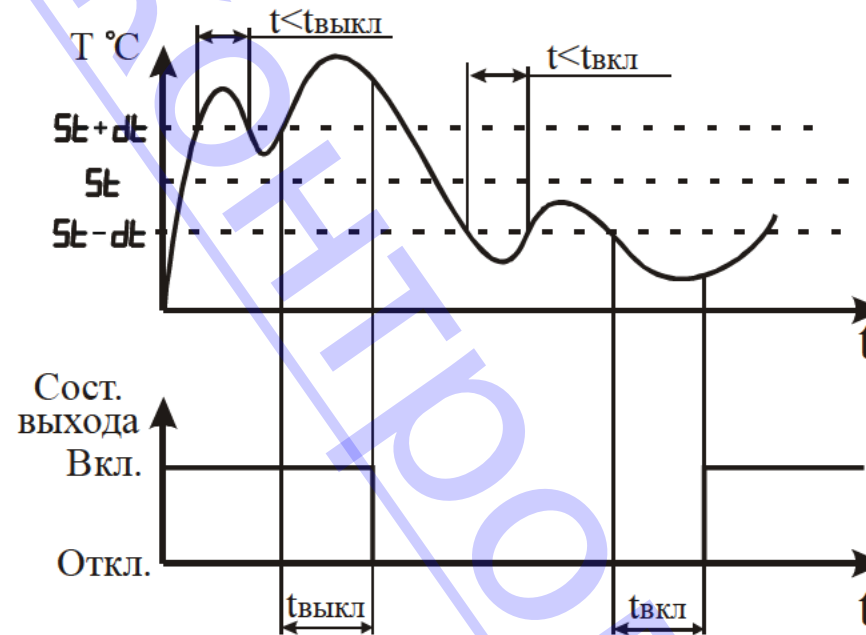

Рисунок 3.16 – Влияние параметров “Задержка включения выходного устройства” и “Задержка выключения выходного устройства” на состояние выходного устройства
3.3.3.11 Параметры “Задержка включения выходного устройства” и “Задержка выключения выходного устройства” предназначены для защиты выходного устройства от частых срабатываний. Прибор включает (выключает) выходное устройство, если условие, вызывающее изменение его состояния, сохраняется, как минимум, в течение времени, установленного в этих параметрах (см. рисунок 3.16).